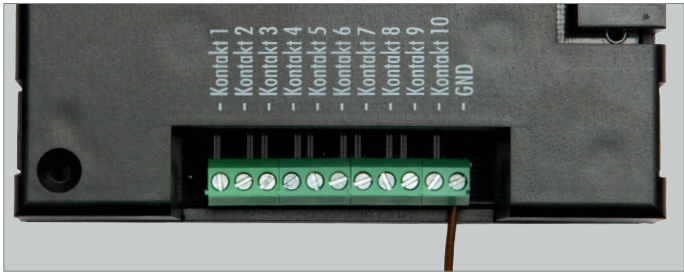

Abb. 4: Kontakte anschließen
- ▶ Schließen Sie die Leitung des Kontakts an der gewünschten Position an, siehe Abb. 4.
- ▶ Schließen Sie die Leitung des Kontaktes an GND (Masse) an. Der Kontakt ist angeschlossen, siehe Abb. 4.